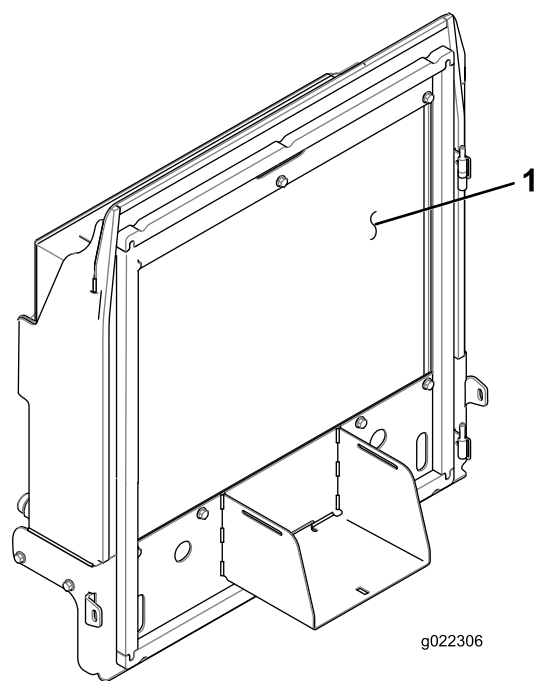

Figura 87
4. Limpe bem ambos os lados do radiador e do dispositivo de arrefecimento de óleo (Figura 87) com ar comprimido.